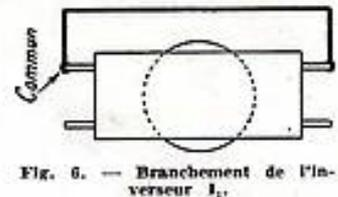

Fig. 6. — Branchement de l'inverseur I_1 .
- 4 (III, S_2) au commun de l'inverseur tumbler I_1 (fig. 6).